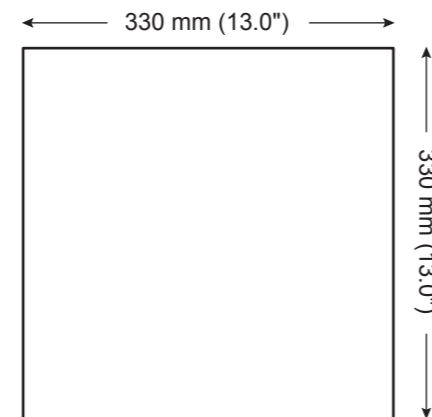

Fig. 12. PCI 45DC Cutout Dimensions
2. Markieren Sie vorsichtig ein Quadrat an der gewünschten Stelle und schneiden Sie es sorgfältig aus ein Loch in der Trockenbauwand / Gipskartonplatte. Entfernen Sie Staub und Schmutz aus dem Loch (Abb. 12).